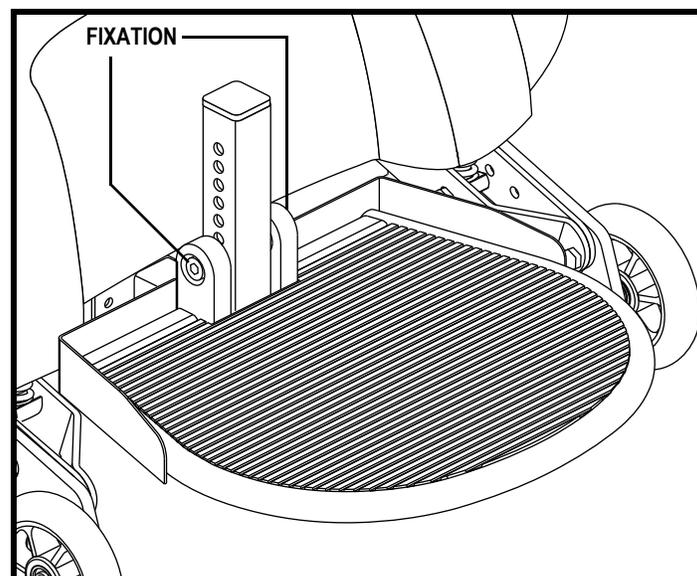

Figure 19. Hauteur de repose-pieds
1. Retirez la fixation du repose-pieds à l'aide d'une clé hexagonale. **Voir la figure 19.**